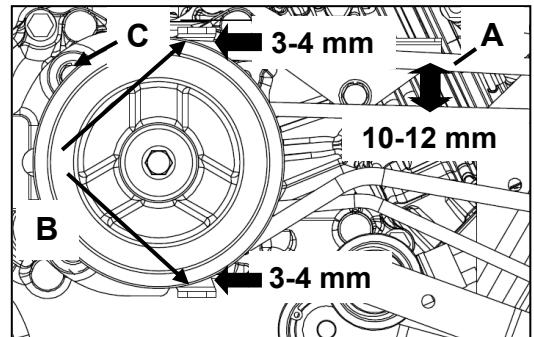

Figura 22
- Empuje la correa con un dedo (A, Figura 22); la correa debe moverse de 10 a 12 mm. Si la correa no se mueve en consecuencia, vuelva a realizar el "cable de tensión".
- Compruebe que las guías de la correa (B, Figura 22) estén cerca de 3 o 4 mm de la correa de ajuste.
- Si es necesario, ajuste las guías de la correa de la siguiente manera: desenrosque el perno (C, Figura 22) y ajuste las guías de la correa según sea necesario y •